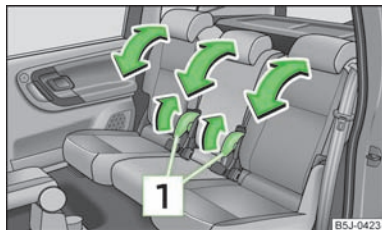

Fig. 37
- Tirar de la palanca **1** » fig. 37 y ajustar la inclinación deseada del respaldo.
- Tirar de la palanca **1** » fig. 37 y abatir completamente el respaldo hacia delante.